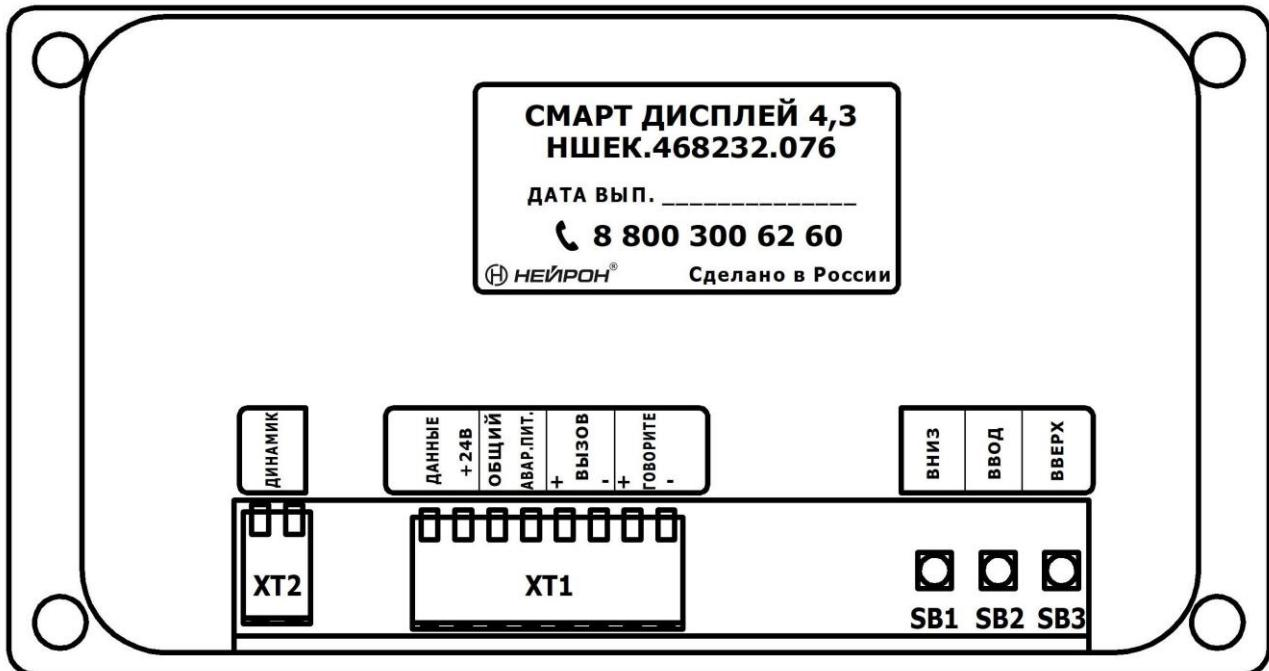

Рис.1. Расположение разъемов и органов управления
7.2 Выполнить подключение разъема XT1 устройства в соответствии с таблицей 1. Расположение разъемов показано на рис.1.